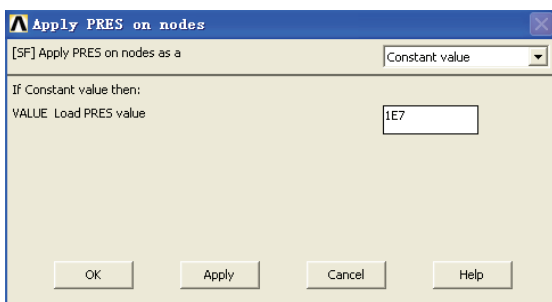

图 5-71 施加压力载荷对话框
9) 选择 Main Menu | Solution | Define Loads | Apply | Structural | Pressure | On Nodes 命令，出现 Apply PRES on Nodes 拾取菜单，单击 Pick All 按钮，出现 Apply PRES on nodes 对话框，参照图 5-71 对其进行设置，单击 OK 按钮关闭该对话框。